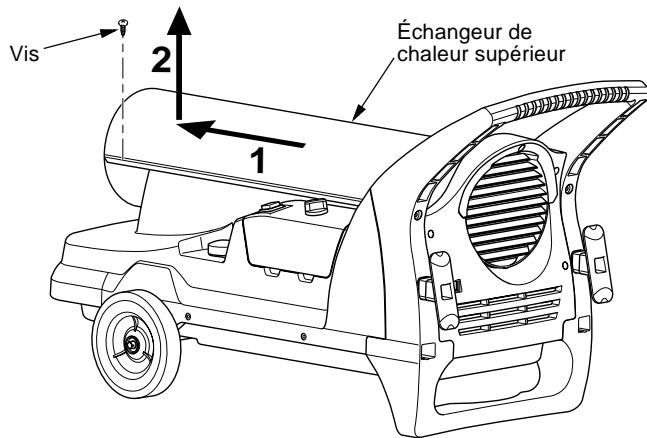

Figure 5 - Enlèvement de l'échangeur de chaleur supérieur
1. Retirez les vis le long de chaque côté de l'appareil de chauffage à l'aide d'un tournevis cruciforme. Ces vis rejoignent les échangeurs de chaleur supérieur et inférieur. Voir Figure 5.
1. Retirez l'échangeur de chaleur supérieur (voir Figure 5).